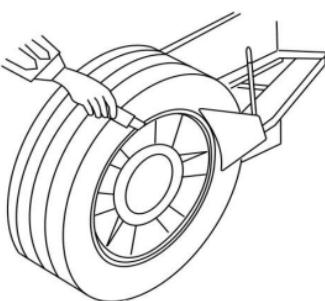

Abb.16
**Schmieren Sie den Wulst mit einem Pinsel und Schmiermittel ein, bevor der Schuh den Wulst berührt. Andernfalls wird der Reifenwulst abgenutzt (Abb.16).**